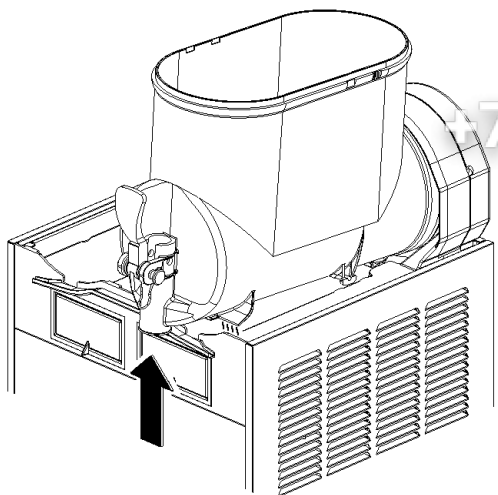

figure 6
- 2** Démontez le réservoir en poussant légèrement sa partie inférieure (côté robinet) vers le haut pour en libérer les crochets inférieurs (voir figure 6) et en le faisant ensuite glisser par